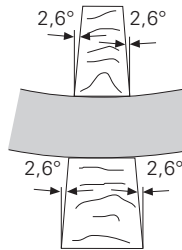

Fig. A17.01
- Pour assurer le bon fonctionnement de la pince BFD (20), l'écartement entre les éléments et le point central est de 2,6° maxi. (Fig. A17.01)
- Largeur de cale de compensation intérieure (50) = 4 cm mini.